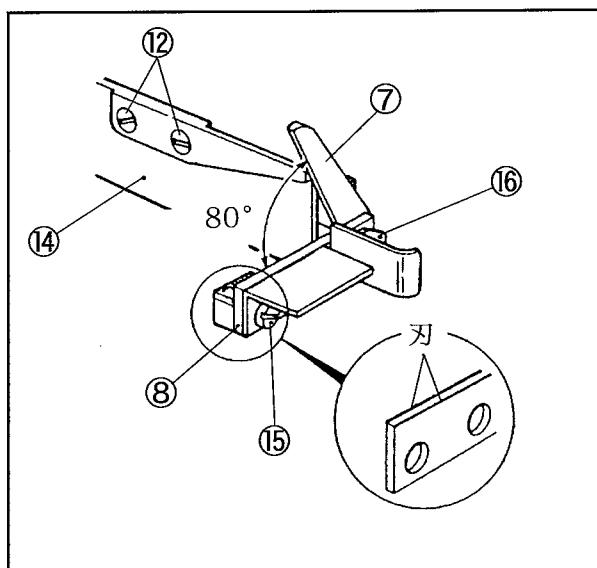

図10
- (4) 上メス⑦の静止位置は下メス⑧より上に約80°になるよう、駆動ギヤ④の止ネジ⑨を緩めて、上メス⑦を調整する。(図10)